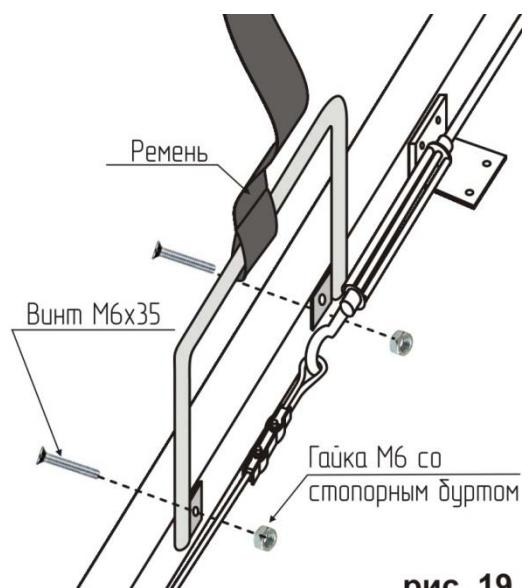

рис. 19
17. Перевести кровать в горизонтальное положении и установить ограничители матраса. Одеть ремень на ограничитель матраса и зафиксировать ограничитель с внутренней стороны ортопедического основания с помощью винтов M6x35 и гайки M6 со стопорным буртом (рис.19).